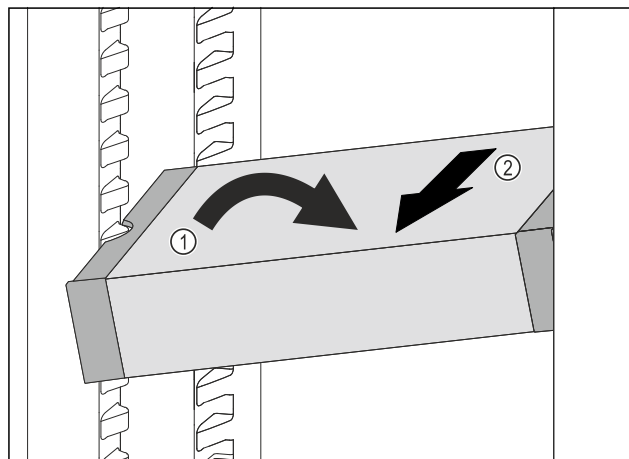

Fig. 66
- ▶ VarioSafe im Kühlteil schräg stellen. Fig. 66 (1)
- ▶ VarioSafe nach vorne entnehmen. Fig. 66 (2)